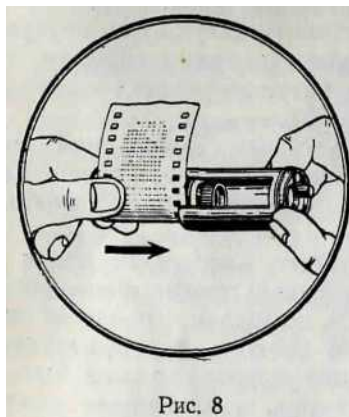

Рис. 8
3. Вставить катушку во внутренний стакан кассеты таким образом, чтобы головка катушки прошла сквозь его дно (рис. 8).